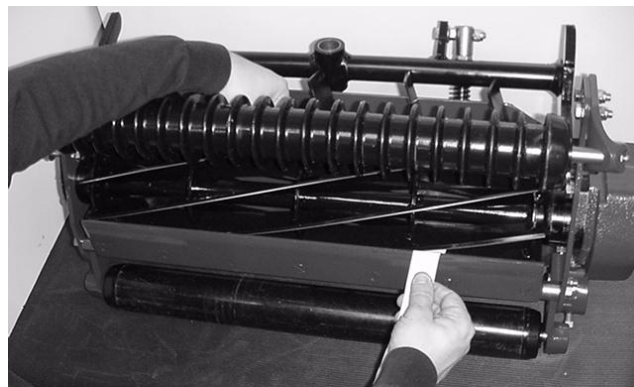

fig. 6
1. Roterar klippenheten bakåt för att få tillgång till cylindern och underkniven (fig. 6).
4. Placera en 25 mm bred bit tidningspapper vinkelrätt mot underkniven, och rotera sedan cylindern långsamt i rörelseriktningen för att se om cylindern skär av pappret. Gör detta i båda ändarna av underkniven (fig. 6).